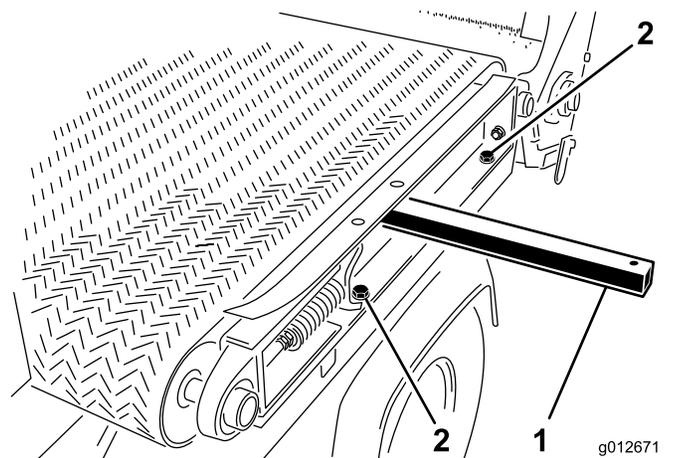

Рисунок 29
5. С левой стороны машины отверните 2 болта с 2 шайбами, которые крепят балку подвижной рамы к левому крылу (Рисунок 29).
1. Вставьте подъемный рычаг в отверстие левой балки подвижной рамы и поднимите подъемный рычаг так, чтобы слегка отклонить раму; см. Рисунок 29 в разделе Снятие подвижной плиты (страница 26).